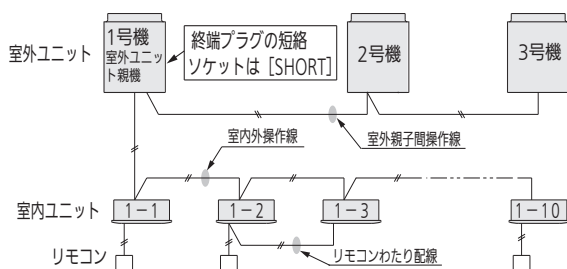

図 11
- 1冷媒系統の場合は、1か所の終端プラグを [SHORT] (出荷時のまま)にする。(S-LINK アダプターは [ON] にする)(図 11)